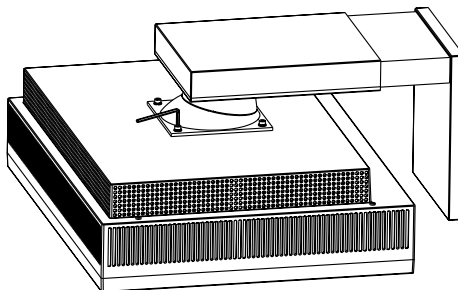

Figura S.2
3. Retire los cuatro tornillos que unen el monitor al soporte usando una llave para tornillo de cabeza hueca hexagonal (**figura S.2**). Levante el soporte del monitor. El monitor ya está preparado para montarlo de otro modo.